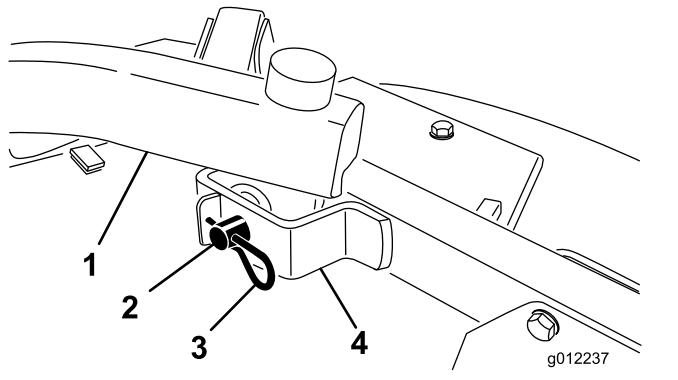

図 24
2. 升降アームをキャスタアームブラケットに固定しているヘアピンコッターとクレビスピンドルを外す図 24。